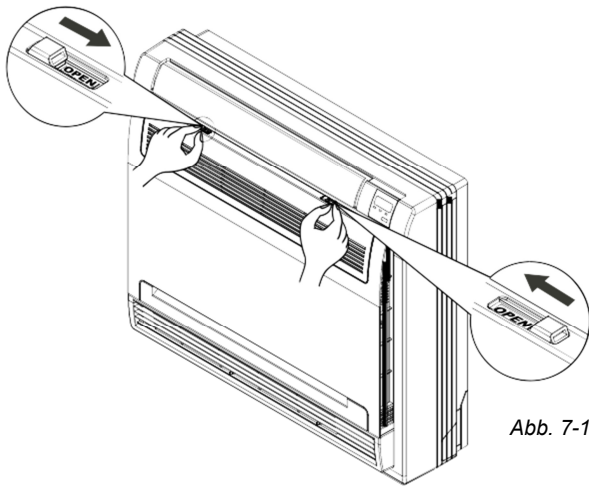

Abb. 7-1
- Schieben Sie beide Verschlüsse von links und rechts nach innen, bis sie klicken. (Siehe Abb. 7-1)